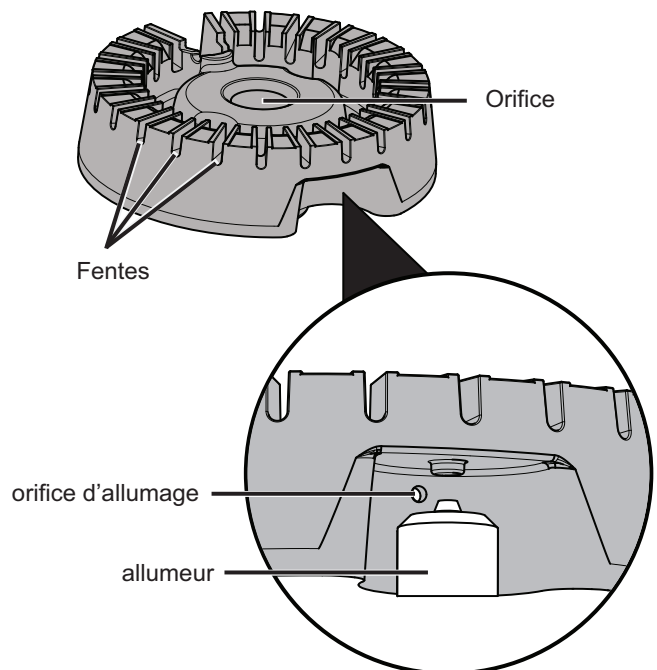

Figure 26 : Composants de brûleurs scellés
3. Utiliser une vieille brosse à dents pour nettoyer la tête de brûleur au complet (voir Figure 26).
4. Utiliser la brosse à dents pour nettoyer les fentes et les orifices du brûleur (voir Figure 26).
5. Nettoyer les orifices d'allumage à l'aide d'une aiguille ou d'un fil métallique de petit calibre (voir Figure 26).